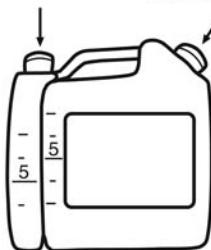

Fig. 9
- > A relação de mistura recomendada é de 40:1 (fig. 9).